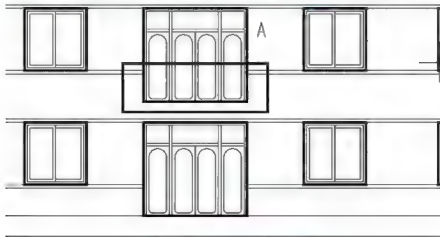

图 4.42 绘制出阳台的轮廓
(3) 启动【矩形】命令(快捷键 REC)。
① 在指定第一个角点或 [倒角(C)/标高(I)/圆角(F)/厚度(T)/宽度(W)]: 提示下,输入“W”后按 Enter 键。
② 在指定矩形的线宽 0.0000 : 提示下,输入“50”后按 Enter 键,将矩形的线宽改为 50mm。
③ 在指定第一个角点或 [倒角(C)/标高(I)/圆角(F)/厚度(T)/宽度(W)]: 提示下,输入“(a-600,-300)”后按 Enter 键,指定矩形的第一个角点在相对坐标基点的左下部,水平向左偏移 600mm,垂直向下偏移 300mm。
④ 在指定另一个角点或 [面积(A)/尺寸(D)/旋转(R)]: 提示下,输入“@4200,1400”后按 Enter 键结束命令,结果如图 4.42 所示。4200mm 为阳台的长度,1400mm 为阳台栏杆的高度 1100mm 加上封边梁的高度 300mm。